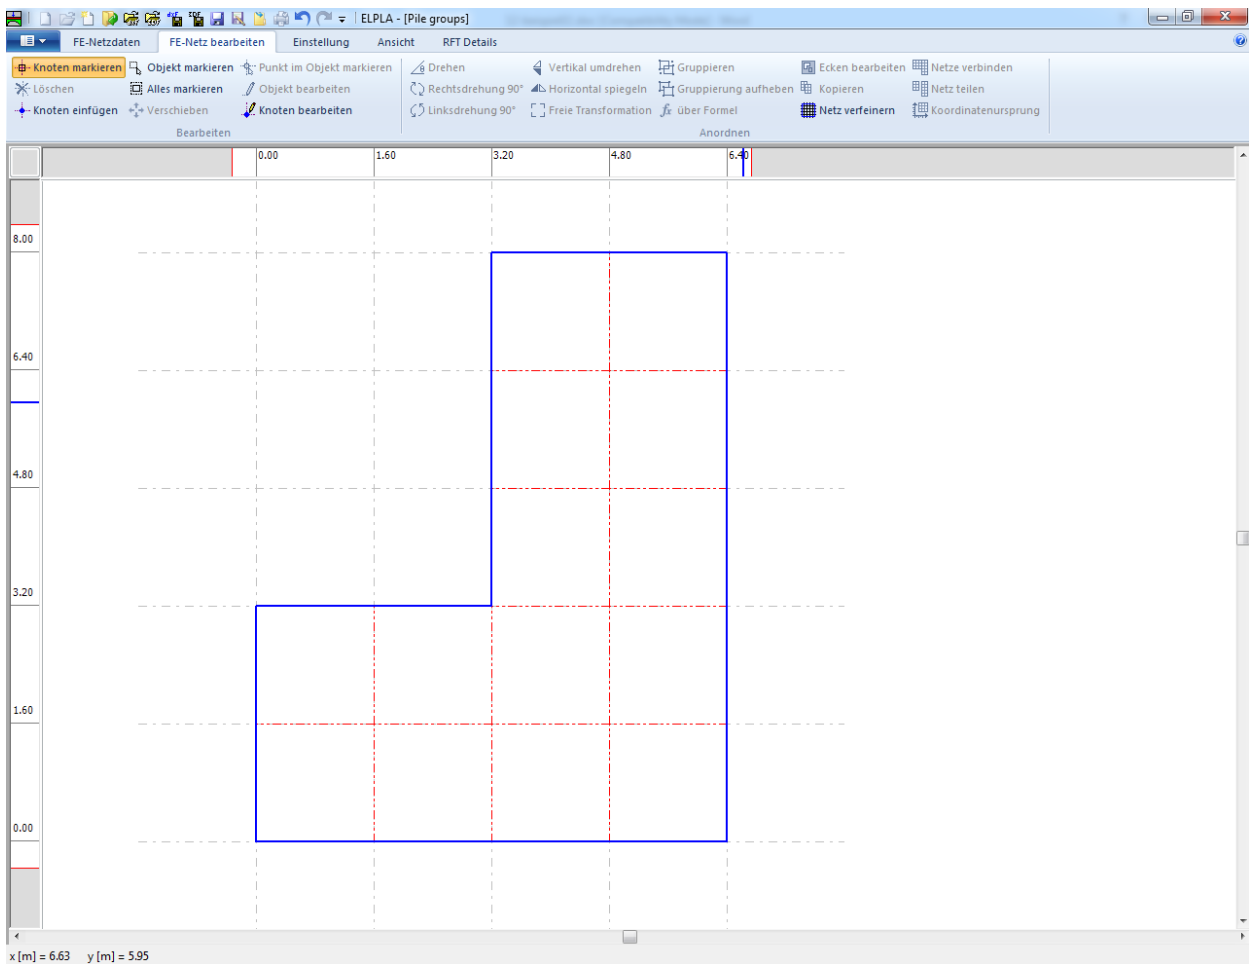

Bild 11.13 Endgültiges FE-Netz nach dem Entfernen der unnötigen Knoten
Um die gewählten Knoten zu entfernen, wählen Sie den Befehl "Knoten entfernen" aus dem "Graphisch"-Menü (Bild 11.13). Um den graphischen Modus zu verlassen, drücken Sie "Esc".
- Wählen Sie den Befehl "Speichern" aus dem "Datei"-Menü im Bild 11.13, um die FE-Netzdaten zu speichern
- Wählen Sie "Schließen" aus dem "Datei"-Menü (Bild 11.13), um das Fenster "FE-Netzdaten" zu schließen und zum Hauptfenster des Programms *ELPLA* zurückzukehren